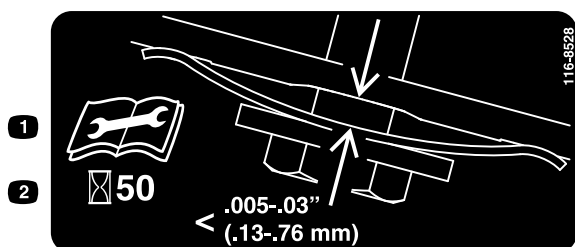

Figure 33
- Placez une jauge d'épaisseur entre 0,13 et 0,76 mm (0,005 et 0,03 po) contre la paroi et faites-la glisser vers le bas derrière le ressort de tension de la courroie; voir Figure 33.